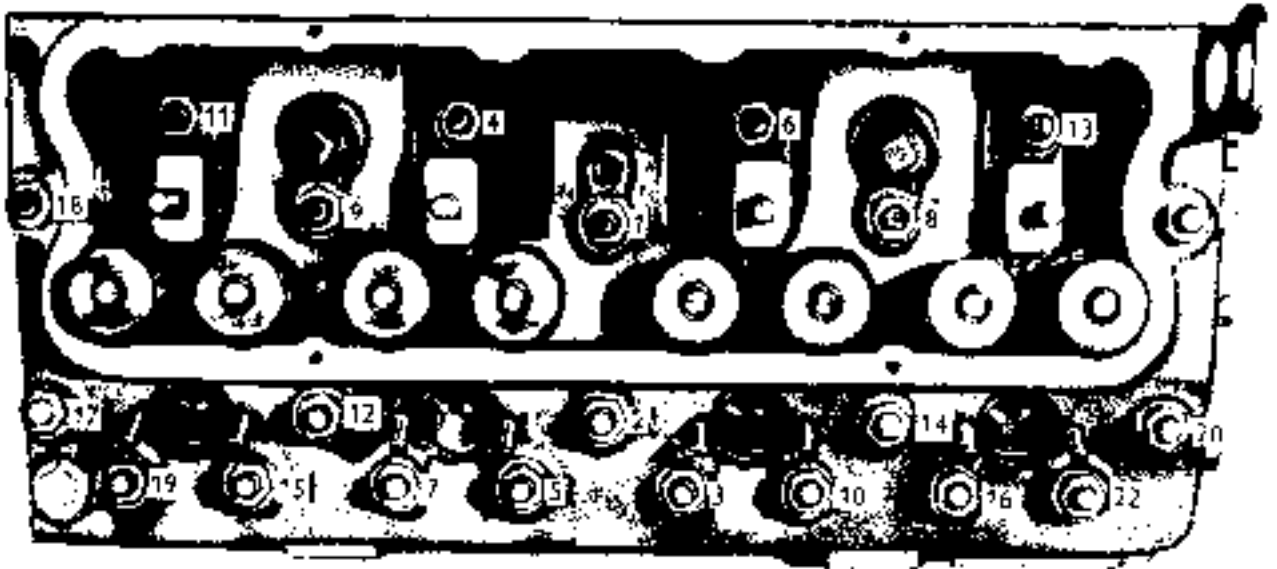

Рис. 20 Последовательность затяжки гаек головки блока цилиндров
3. Снимается узел коромысел, гайки головки блока затягиваются в строго определенном порядке (рис. 20) вращающим моментом 124-138 Нм.